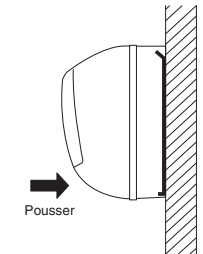

Fig. 3-58
- (1) Pour installer l'unité intérieure, la positionner sur les 2 languettes d'installation se trouvant à la partie supérieure de la plaque arrière.
- (2) Maintenir la sortie de décharge d'air et appuyer sur la partie inférieure de l'unité intérieure jusqu'à ce l'engagement pour bien fixer aux 2 languettes sur la partie inférieure de la plaque arrière. (Fig. 3-58)